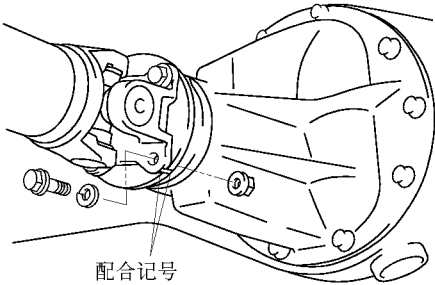

图 14-130 将主动轴法兰连接到结合法兰上
(3) 将主动轴法兰连接到结合法兰上。对齐法兰上的配合记号，用 4 个螺栓和螺母连接法兰，并旋紧，如图 14-130 所示。